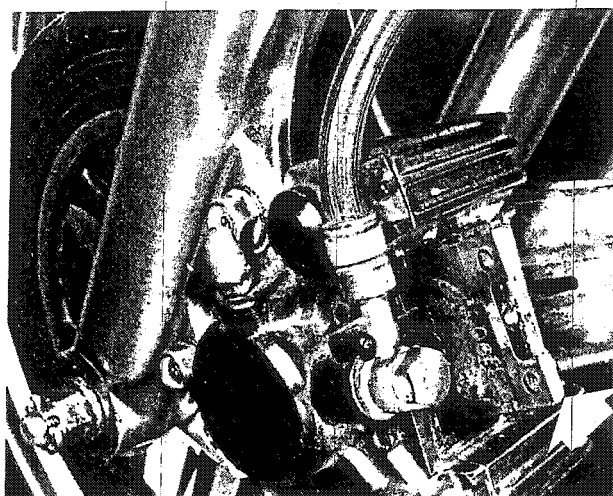

Bild 241
- Nach dem Herausziehen der beiden Stifte können die Bremsklötze einzeln herausgenommen werden. Auf das Antilärmblech an der Rückseite des äusseren Bremsklotzes achten (Bild 241). Das Antilärmblech und die neuen Bremsklötze in der umgekehrten Reihenfolge einbauen. Die Enden der Federklammer müssen in die entsprechenden Bohrungen der Haltestifte greifen.